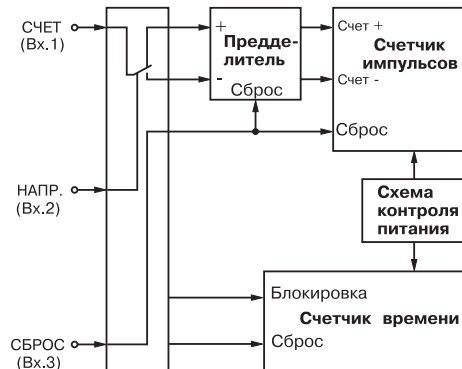

Рис. 13. Реверсивный счет с общим счетным входом, с заданием направления счета внешним сигналом и внешним сбросом
3.1.7.5. **Реверсивный счет с внешним сбросом и определением направления счета по внешнему сигналу** задается при значениях $\text{inP}=4$ (рис. 13).